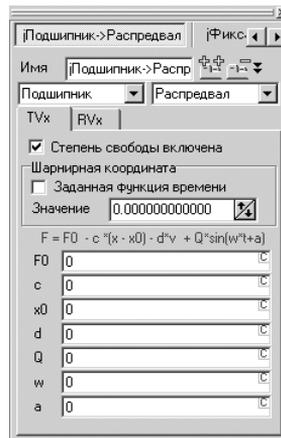

Рис. 2.15. Окно **Инспектор** после выделения в раскрытом списке **Шарниры** пункта **jПодшипник->Распревал**
- щелкните в **Списке элементов** по пункту **Шарниры**, если он не раскрыт, а затем в раскрытом списке по пункту **Подшипник->Распредвал**. Появится соответствующее окно **Инспектор**, см. рис. 2.15;